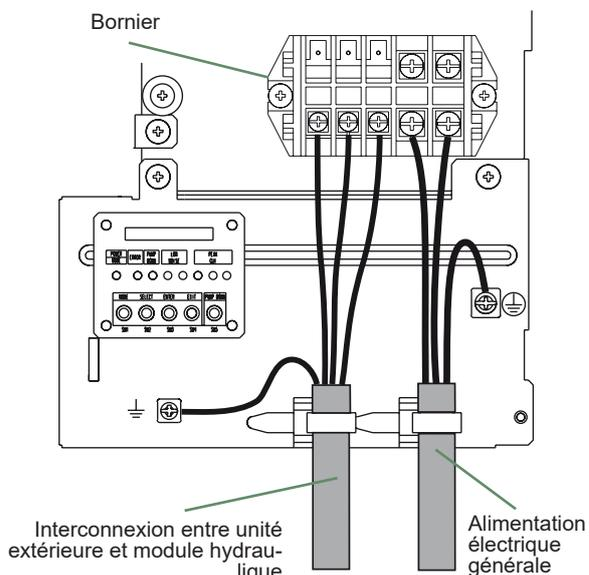
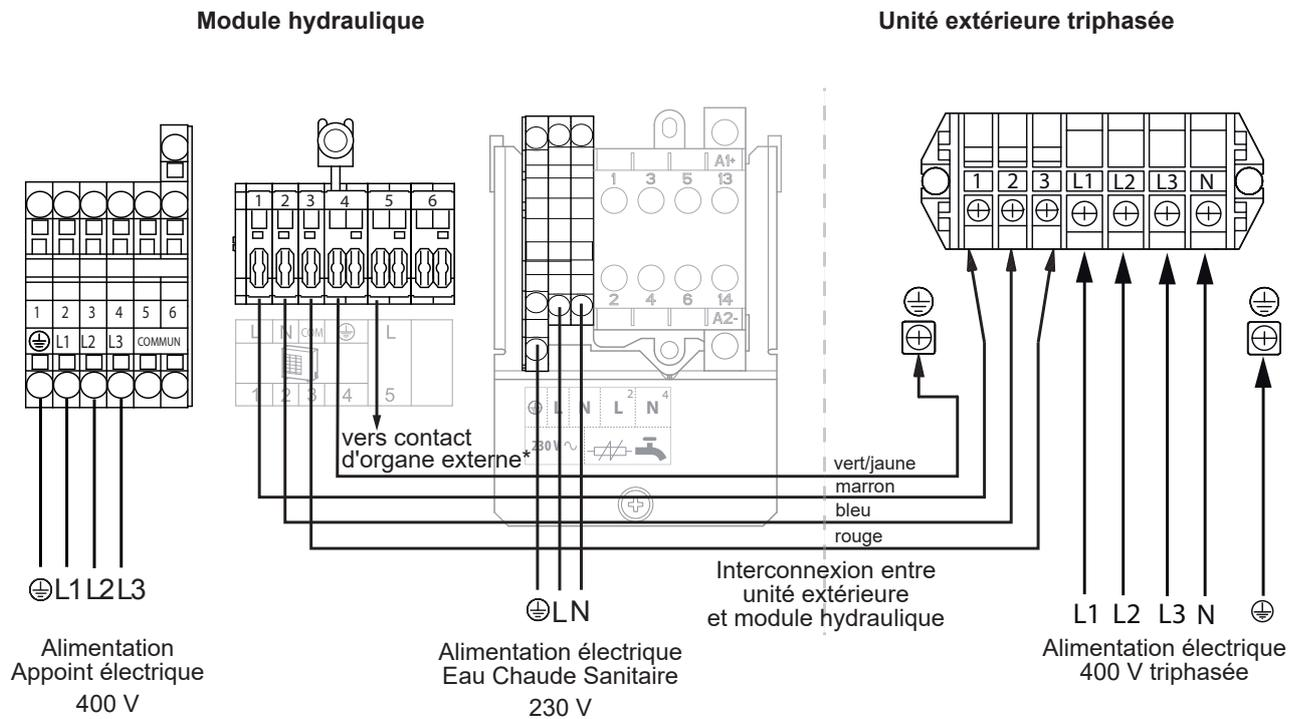

fig. 35 - Connexions au bornier de l'unité extérieure monophasée
fig. 41 - Raccordement aux borniers et relais de puissance
- Effectuer les raccordements suivant le(s) schéma(s) fig. 35 et fig. 41, page 39.
- Effectuer les raccordements suivant le schéma (fig. 41).